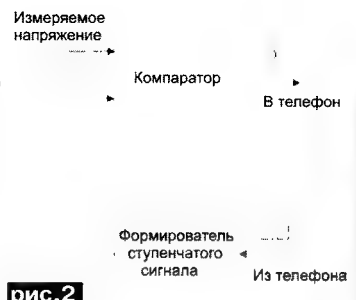

рис.2
2. Аналого-цифровой преобразователь (АЦП). Это может быть самостоятельное устройство. Например, микросхема (K572ПВ1,2 и др.) и преобразователь параллельного кода в последовательный с дальнейшей передачей сигнала в мобильный телефон. Возможна аппаратно-программная реализация АЦП. Структурная схема этого решения изображена на **рис.2**.